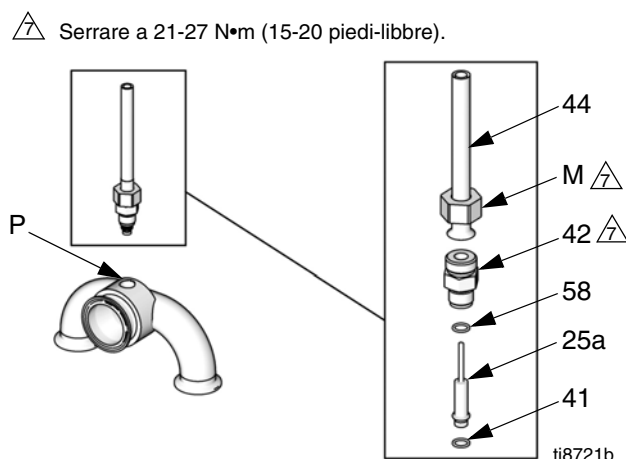

FIG. 10: Trasduttore della pressione
11. Vedere FIG. 10. Allentare il dado (M) sul canale sensore (44) e svitare l'adattatore (42) dalla porta del trasduttore (P). Rimuovere il trasduttore (25a) dalla porta.
13. Vedere FIG. 10. Installare un nuovo o-ring nero (41) e il nuovo distanziale in ottone (58) sul trasduttore (25a).
16. Vedere FIG. 10. Inserire il trasduttore nella porta del trasduttore (P). Serrare l'adattatore (42) per primo, quindi il dado (M) a 21-27 N•m (15-20 piedi-libbre).